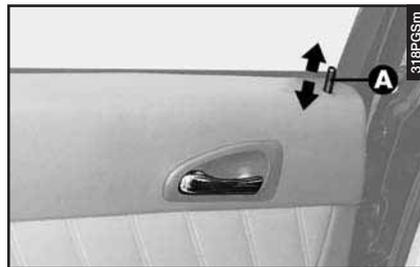
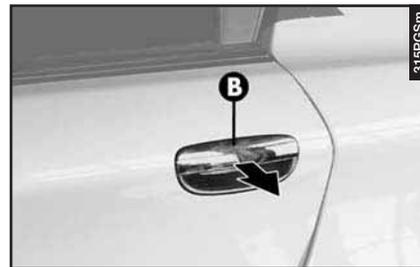

fig. 17
fig. 18
– Per aprire la porta, solo con pomello interno (**A-fig. 17**) sollevato, tirare la maniglia di apertura (**B-fig. 18**).
– Per chiudere la porta in sicurezza premere il pomello (**A-fig. 17**), anche a porta aperta, quindi chiuderla.